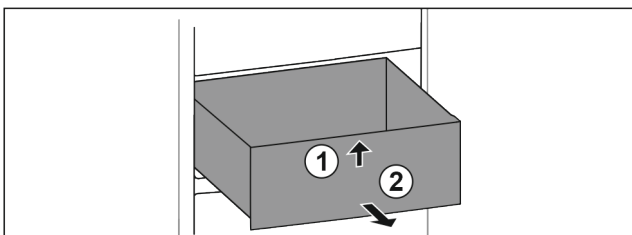

Fig. 67
- ▶ Приподнимите выдвижной ящик спереди. Fig. 67 (1)
- ▶ Извлеките выдвижной ящик движением вперед. Fig. 67 (2)